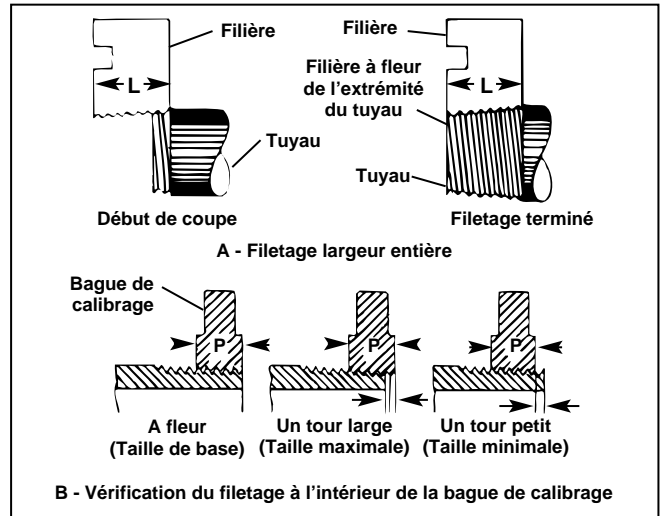

Figure 11 – Vérification de longueur et de profondeur
10. Vérifiez la longueur et la profondeur du filetage. (Figure 11.)
(Figure 11)